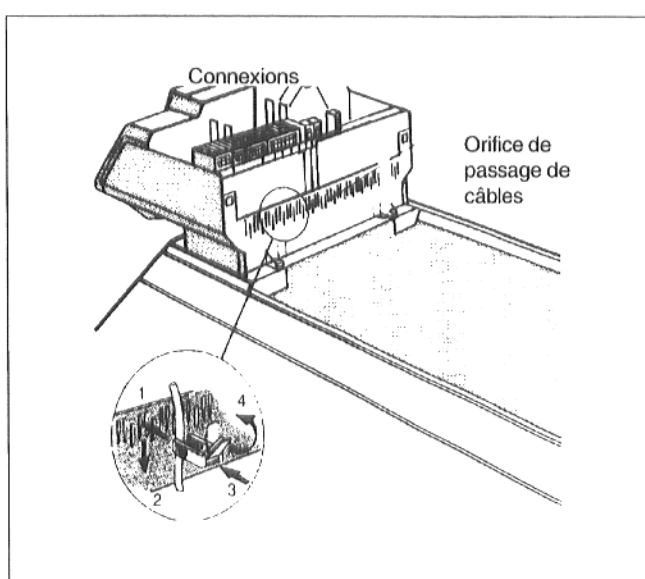

Fig. 20
- Faire sortir les fils conducteurs du brûleur vers l'arrière en les faisant passer sous le capot avant de la chaudière, et réaliser les connexions à l'appareil de régulation selon le marquage (Fig. 20).
- Réaliser les connexions selon le schéma électrique, les branchements électriques sont à effectuer sur place (Fig. 20).
- Fixer tous les câbles à l'aide de serre-câbles (inclus dans la livraison de l'appareil de régulation) : faire passer les câbles dans les serre-câbles puis enfoncer ces derniers dans le cadre de fixation des serre-câbles et les bloquer en abaissant le levier (Fig. 20).